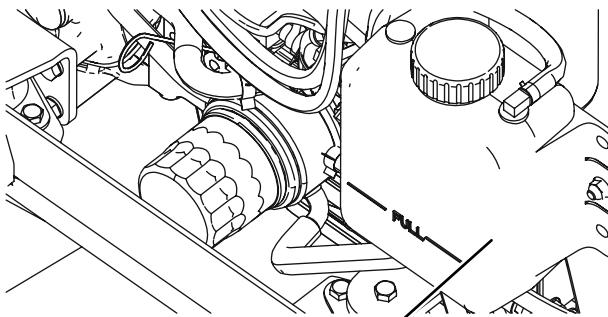

図 110
2. ラジエーターと補助タンクのキャップを注意深く開ける図 110